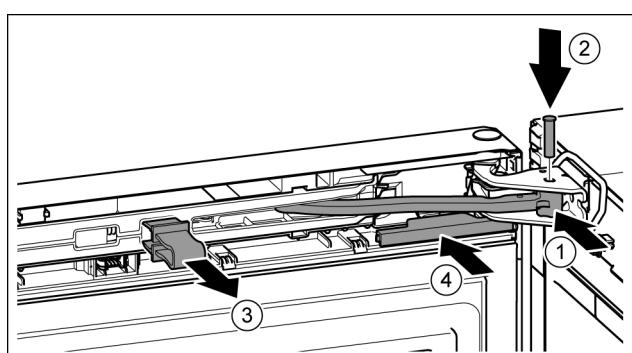

Fig. 22
- Gelenk in Lagerbock drehen. Fig. 22 (1)
- Bolzen in Lagerbock und Gelenk einsetzen. Dabei darauf achten, dass der Rastnocken korrekt in der Nut sitzt. *Fig. 22 (2)*
- Sicherung abnehmen. *Fig. 22 (3)*
- Abdeckung aufschieben. *Fig. 22 (4)*